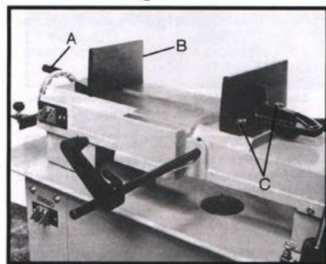

Fig. 9
1. Ta bort bultenheterna (C. Fig. 9)
2. Placera skruvstäd och återinstallera bultenheter enligt bilden i Fig. 9.